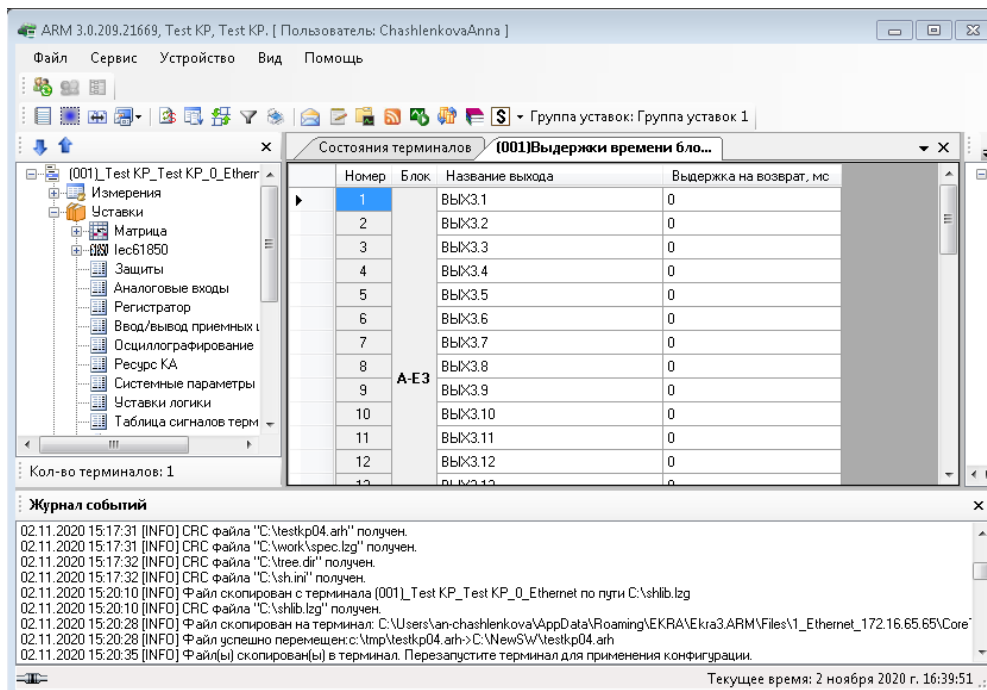

Рисунок 6.5
6.3.4 По окончании копирования отображается информационная строка в журнале событий: «Файл(ы) скопирован(ы) в терминал. Перезапустите терминал для применения конфигурации» (см. рисунок 6.5).